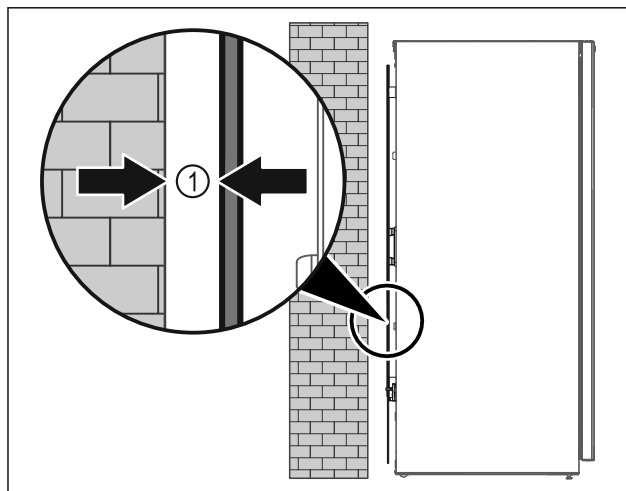

Fig. 7
- ▶ Apparaat ofwel vrij in de ruimte of direct tegen een wand met een minimumafstand van 5 mm Fig. 7 (1) opstellen.